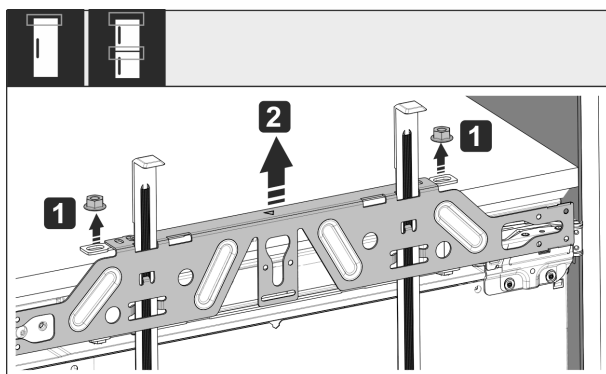

Fig. 51
- Otpustite protumatice Fig. 51 (1).
- Skinite Fig. 51 (2) pričvrtnu poprečnu letvicu.